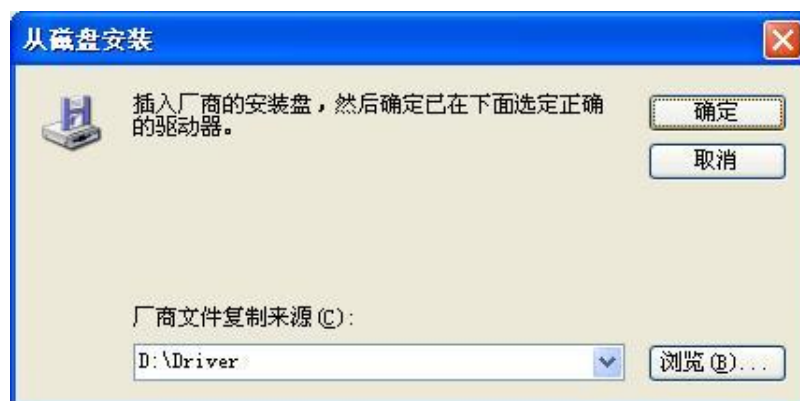

图 2-7 运动控制卡驱动程序安装界面 7
(8) 选择 GT800 后点击“打开 (O)”，此时如图 2-7 所示。